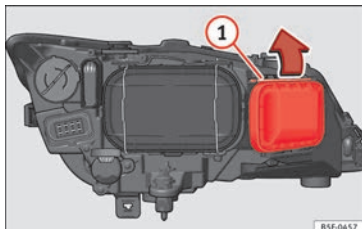

Abb. 108 Fernlichtleuchte.
- Verschieben Sie die Strebe » Abb. 108 (1) in Pfeilrichtung und nehmen Sie die Abdeckung ab.